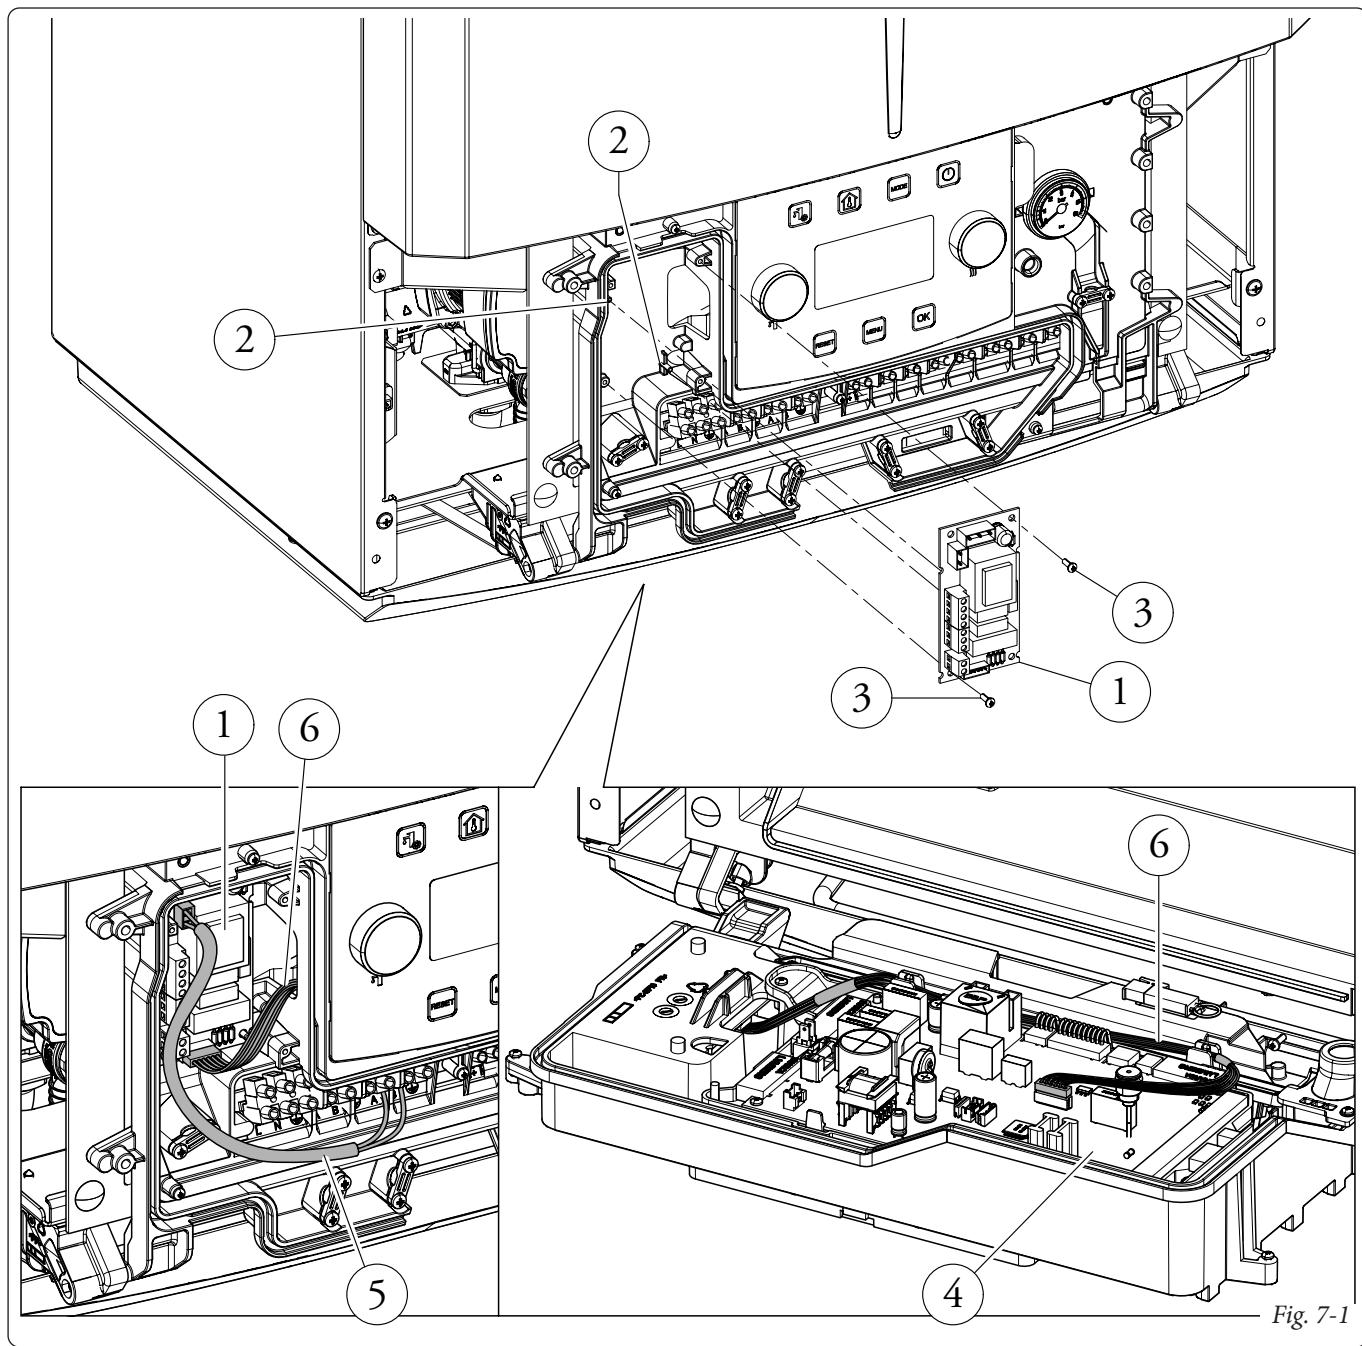

Fig. 7-1
- Effettuare i collegamenti elettrici tra scheda relè (1) e vano allacciamento elettrico di caldaia (per l'alimentazione 230V) e tra scheda relè e scheda elettronica posta nella parte posteriore del cruscotto di caldaia (per i segnali di controllo) utilizzando l'apposito cablaggio composto da due cavetti forniti unitamente al kit.
- Il cavo di collegamento (6) tra scheda relè (1) e scheda di caldaia (4) deve rispettare il percorso prescritto (vedi fig. 7-1).
- L'alimentazione elettrica (5) deve essere collegata ai morsetti A e B (vedi fig. 7-1).